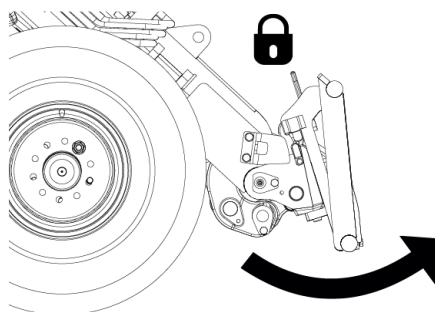

Bild 3: Fästa redskapet
5. Lyft bommen något medan du lutar adaptorn bakåt, såsom visas på bild 3.